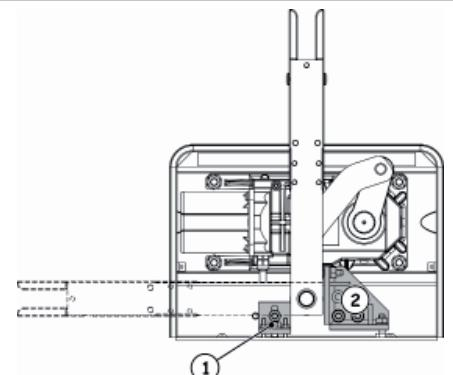

Fig. 14
⚠ Bij systemen met een opening van 110° en 140° kunnen aan de binnekant van de behuizing de mechanische aanslagen (optioneel) voor het openen (Fig. 14 ref. ①) en het sluiten (Fig. 14 ref. ②) worden aangebracht. Zie voor het bevestigen de bijbehorende instructies.